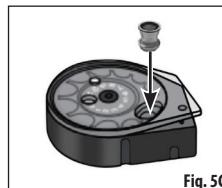

Fig. 5C
- Placer en finger under magasinet, så den dækker hullet og læg det første hagl i magasinet, med spidsen først (Fig. 5C). Sørg for, at haglet ikke stikker ud på bagsiden af magasinet. Hvis det gør, skubbes det blot ind igen.